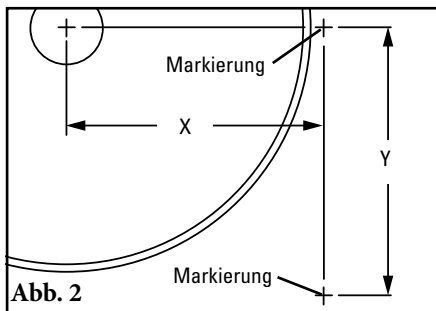

Abb. 2
- Die Maße an der Wand des Übergabetrichters oder an den Montageplatten-Sätzen (optional, wenn nicht am Übergabetrichter montiert) aufzeichnen. Das Maß für X von der Mitte der Trommelwelle aus horizontal abmessen und markieren. (HINWEIS: Es könnte einfacher sein, eine Wasserwaage oben auf die Trommelwelle zu legen, eine horizontale Linie zu ziehen und dann den halben Wellendurchmesser nach unten zu messen und eine Linie von der Vorderseite der Welle zu ziehen. Jetzt ziehen Sie den halben Trommelwellendurchmesser von der X-Koordinate ab und messen auf der Linie und machen eine Markierung). Dann vertikal nach unten das Y-Maß ausmessen und markieren. Dies ist die korrekte Position für die Mitte der Abstreifer-Steckachse (Abb. 2). Bei Verwendung eines Montageplatten-Satzes (siehe Seite 6) diesen so montieren, dass die Mitte der Steckachse in der Mitte der Platte zentriert ist. Sicherstellen, dass innerhalb der Kanten der Platte ausreichend Platz für die ganze Bohrschablone des Montagesockels ist. Die gleichen Maße an der anderen Seite ausmessen und markieren.